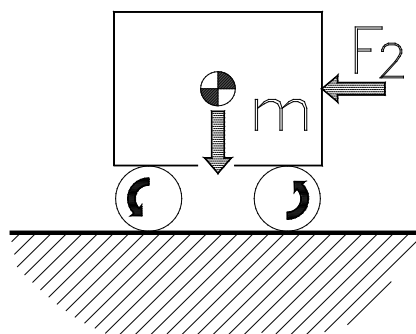

Abb. 1.2
**Wälzlager** hingegen beruhen auf dem Prinzip der **rollenden Reibung**, siehe Abb. 1.2.